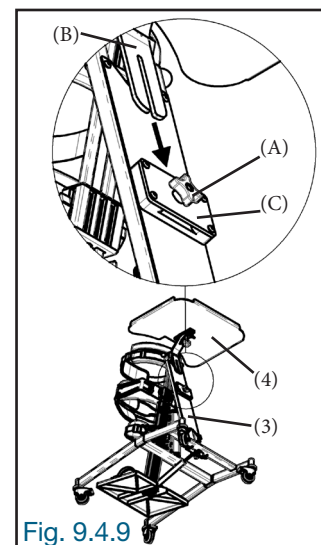

Fig. 9.4.9
9.4.9 Desserrer légèrement le bouton de blocage (A) de la glissière (C) du stabilisateur (3). Insérer le support (B) de la table (4) dans la glissière (C) puis resserrer fermement le bouton de blocage (A) pour fixer sa position (Fig. 9.4.9).